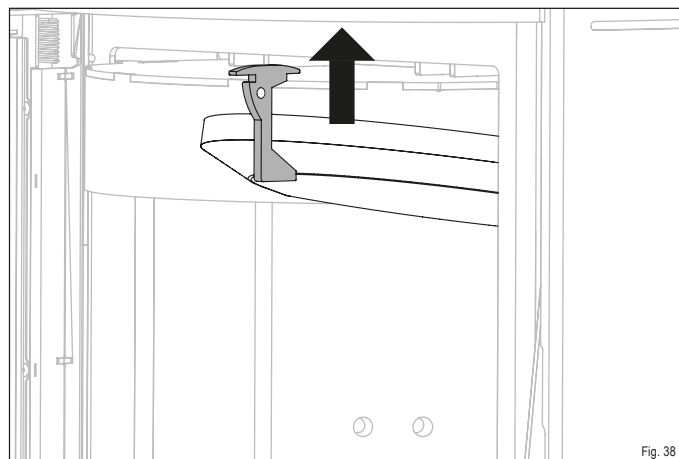

Fig. 38
- ▶ Faites glisser le support de la pierre thermique vers le haut (Fig. 38).